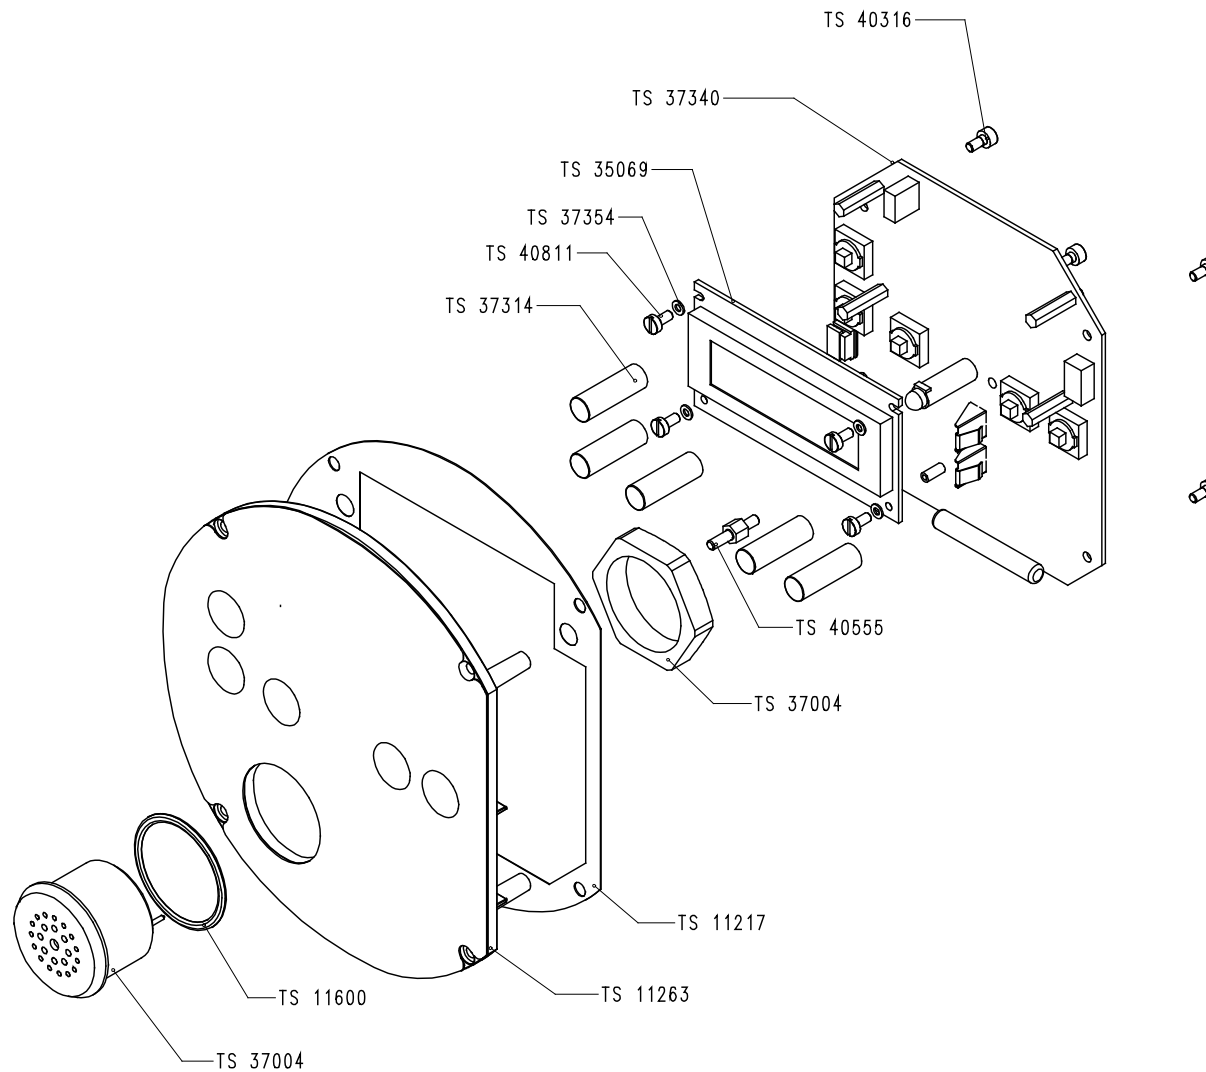

Figure 11-3: module d'affichage / traitement TS 10210, détails
- Figure 11-3: module d'affichage / traitement TS 10210, détails